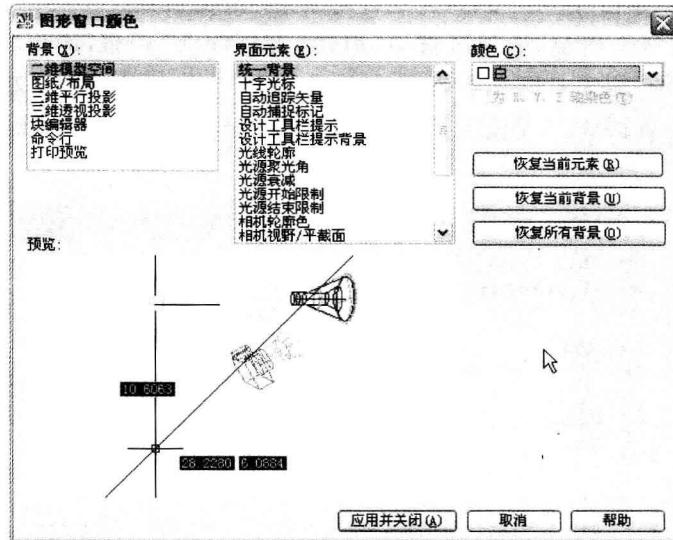

图 1-11 “图形窗口颜色”对话框
(3) 在“窗口元素”选项区域中单击“颜色”按钮，调出“图形窗口颜色”对话框。在该对话框“背景”列表框中选中“二维模型空间”选项，在“界面元素”列表框中选中“统一背景”选项，在“颜色”下拉列表框中选中“白”，如图 1-11 所示。然后，单击“应用并关闭”按钮，关闭该对话框，同时将黑色的绘图环境设置为白色。